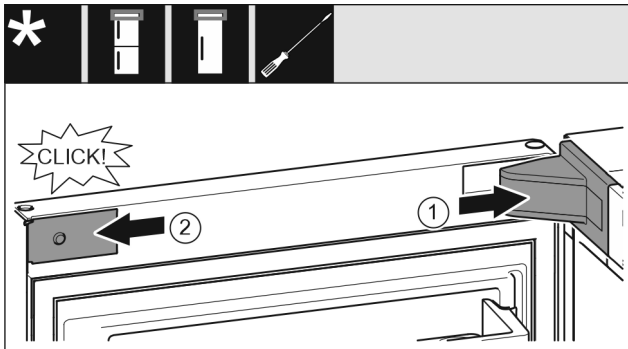

Fig. 27
- ▶ Uždėkite atraminės gembės dengiamąją plokštelę Fig. 27 (1) ir užfiksuokite, prireikus atsargiai išspauskite.
- ▶ Uždėkite ir užfiksuokite apdailos skydelį Fig. 27 (2) šone.